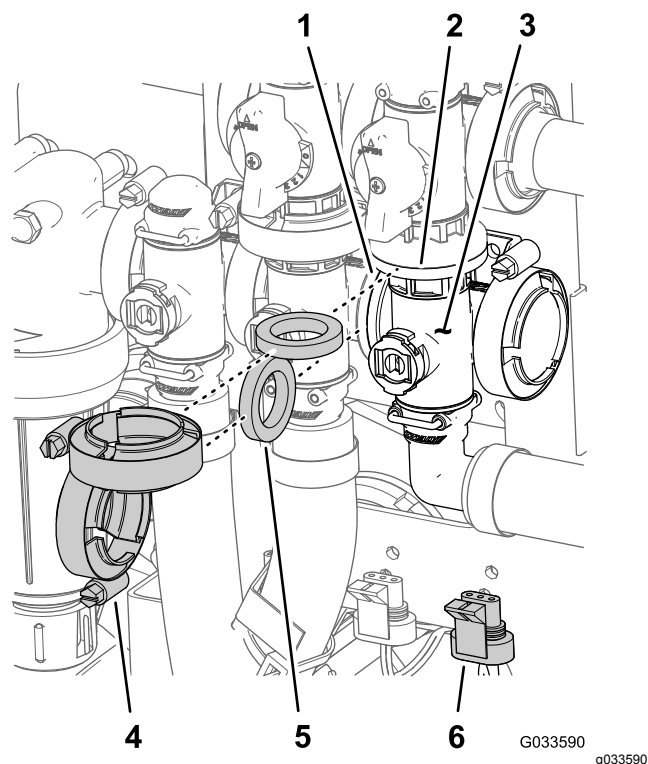

Рисунок 126
1. Совместите фланец коллектора главного клапана стрелы, уплотнительную прокладку и фланец главного клапана перепуска стрелы (Рисунок 126).
2. Смонтируйте коллектор главного клапана стрелы, уплотнительную прокладку и главный клапан перепуска стрелы с помощью фланцевого хомута, затянув его вручную (вид А на Рисунок 126).
3. Совместите фланец коллектора главного клапана стрелы, уплотнительную прокладку и коллектор клапана перемешивания (Рисунок 126).
4. Смонтируйте коллектор главного клапана стрелы, уплотнительную прокладку и коллектор клапана перемешивания с помощью фланцевого хомута, затянув его вручную (Рисунок 126).
7. Рисунок 126 Присоедините клапан перемешивания к опоре крепления клапанов при помощи болта с фланцевой головкой и фланцевой контргайки, снятых при выполнении действий, описанных в пункте 3 раздела Снятие главного коллекторного клапана стрелы \(страница 91\), и затяните гайку и болт с моментом от 10 до 12 Н·м.